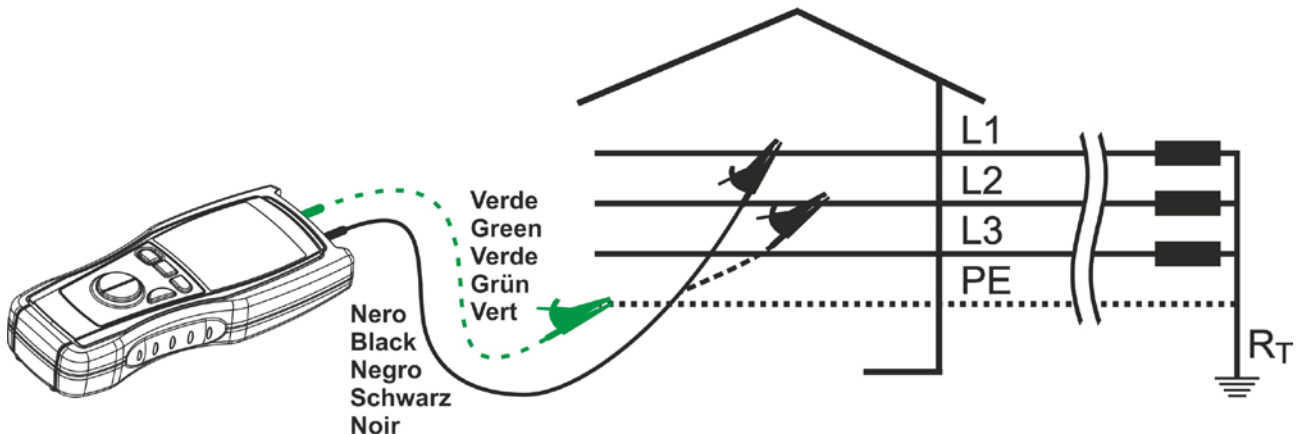

Abb. 7: Anschluss des Gerätes bei einem Test
"PH1" (sekundäres Display): der Bediener wird aufgefordert, dass Messkabel mit dem Leiter der ersten Phasenspannung L1 zu verbinden (siehe Abb. 7)
"**PH2**" (sekundäres Display): der Bediener wird aufgefordert, dass Messkabel mit dem Kabel der zweiten Phasenspannung zu verbinden L2 (siehe Abb. 7)
4. Verbinden Sie das zu testende Kabel mit dem M75E und dem Marker (Remote unit / Endstück), falls notwendig mit Zwischenkabeln (siehe Abb. 7)